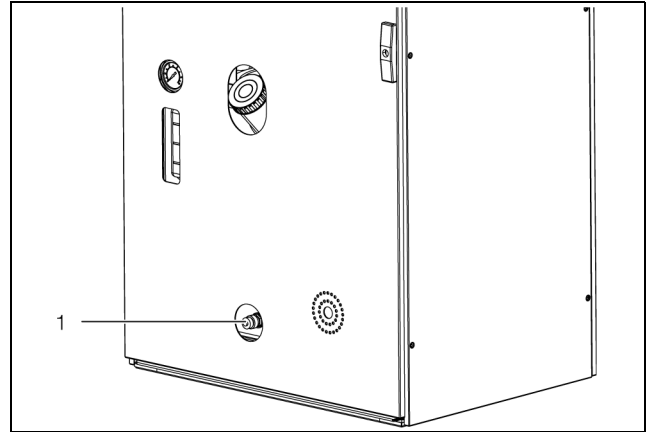

Fig. 48: Svuotamento della vasca
- Svuotare la vasca del mezzo frigorifero direttamente tramite il manicotto di scarico (fig. 48, pos. 1) o con un tubo flessibile facendo defluire il liquido in un contenitore.